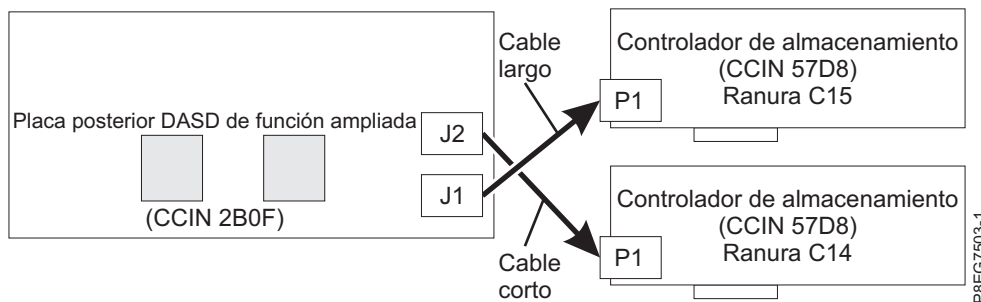

Figura 9. Reconexión del cable SAS en una configuración de funciones avanzadas
- El cable SAS corto conecta el conector de la placa posterior de la unidad de disco superior (J2) al conector P1 en el adaptador RAID SAS interno en la ranura P1-C14. Consulte Figura 9.
- El cable SAS largo conecta el conector de la placa posterior de la unidad de disco inferior (J1) al conector P1 en el adaptador RAID SAS interno en la ranura P1-C15. Consulte Figura 9.